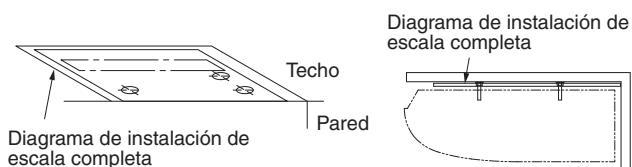

Fig. 3-9
- (1) Si el diagrama de instalación de escala completa se coloca sobre el techo, podrán elegirse las ubicaciones de cada uno de los pernos de suspensión. Utilice un lápiz para marcar los orificios de taladrado (Fig. 3-9).